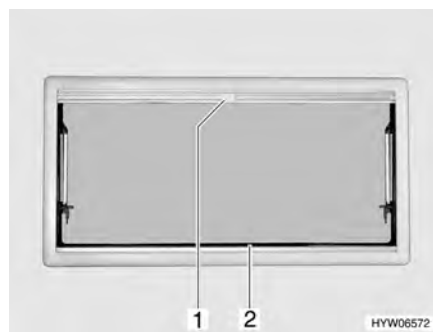

Fig. 61 Ventana abatible
*Cerrar:* ■ Sujetar el estor plegable (Fig. 61,2) por el centro del agarradero, tirar de abajo a arriba y soltarla a la altura deseada. El estor plegable se queda fijo a esta altura.
*Cerrar:* ■ Tirar del tirador de la mosquitera enrollable (Fig. 61,1) hacia abajo hasta que choque con el estor plegable (Fig. 61,2).
*Abrir:* ■ Presionar el tirador (Fig. 61,1) de la mosquitera enrollable.